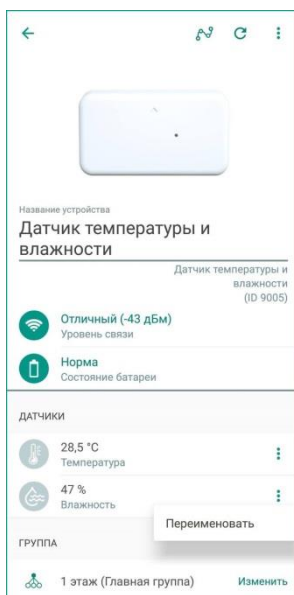

Рисунок 11.2 – Переименование сенсора
- Нажмите на кнопку вызова меню, расположенную в правой части строки с названием внутреннего датчика, и выберите пункт *Переименовать* (см. рисунок 11.2).